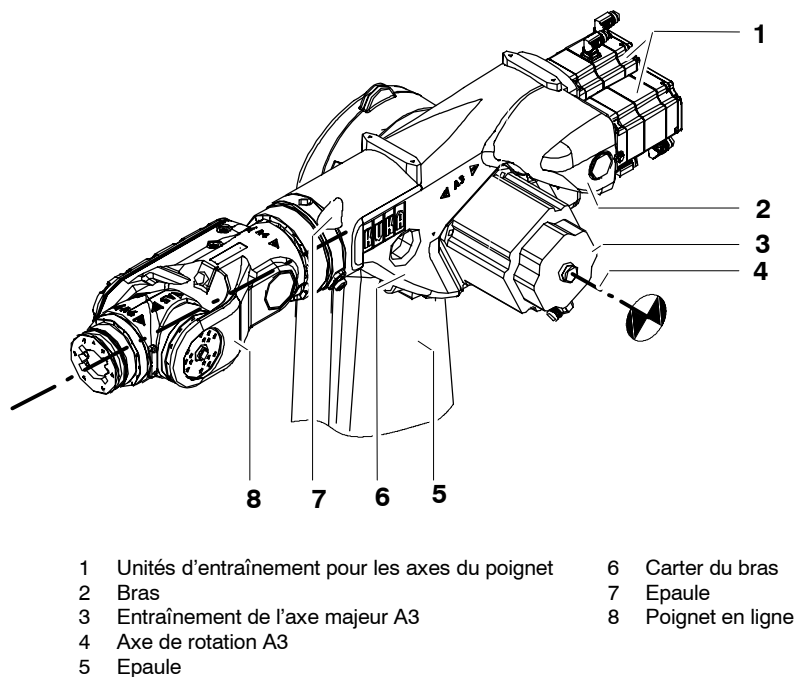

Fig. 3 Bras
Le sous-ensemble bras (Fig. 3/2) incarne l'élément de sortie de l'axe 3 du manipulateur. Le bras est bridé latéralement à l'épaule (7) via un réducteur à logement intégré. Il est entraîné par l'entraînement de l'axe majeur A3 (3). L'axe de rotation du bras (4) a été choisi de façon à pouvoir renoncer à un contrepoids d'équilibrage des masses sur le bras jusqu'à une charge nominale.